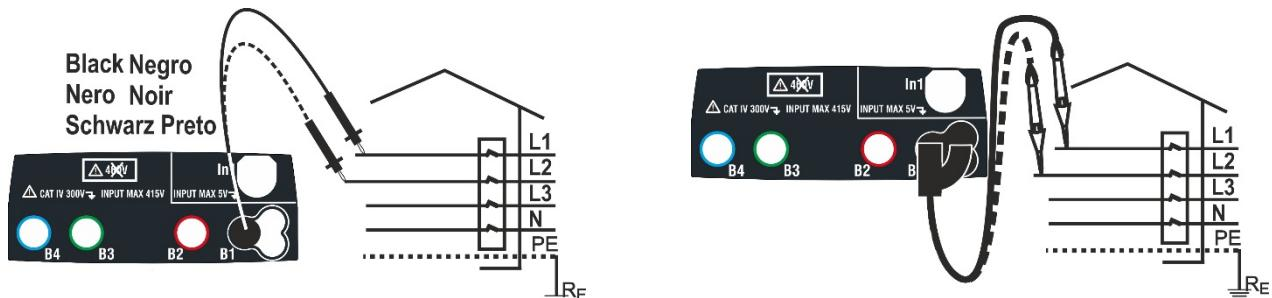

Fig. 24: Verificação da sequência das fases 1T com terminal e ponteira remota
3. Inserir os conectores azul e preto dos cabos individuais nos correspondentes terminais de entrada do instrumento B4, B1 (medição 2T). Inserir nas extremidades livres dos cabos os correspondentes crocodilos ou ponteiras. Eventualmente, utilizar a ponteira remota inserindo o seu conector multipolar no terminal de entrada B1. Conectar os crocodilos, ponteiras ou a ponteira remota na fase L1 e N de acordo com as Fig. 24 e Fig. 25.
Nestas condições conectar os crocodilos, ponteiras ou a ponteira remota à fase L2 e N de acordo com as Fig. 24 e Fig. 25.